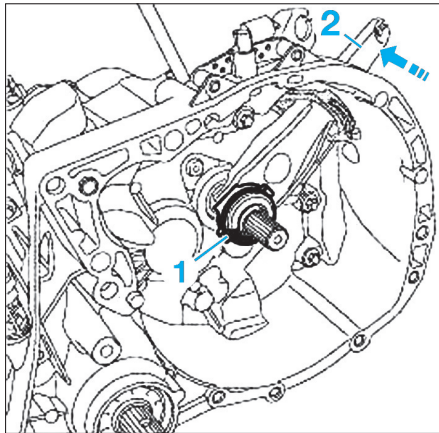

Fig. 8
- Déposer la butée d'embrayage (1) en basculant la fourchette (2) (Fig.8).
- Déposer la fourchette (2).